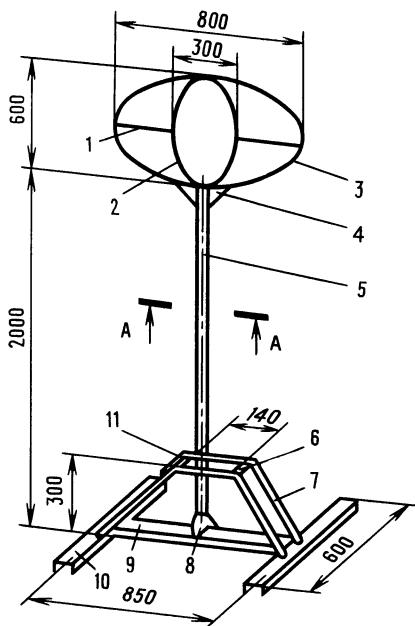

Рис. 25. К задаче 32
32. Изобразите упрощенно три проекции «Эллипсбала», представленного на рис. 25, без проработки деталей; для разреза A — A покажите только место на чертеже, можно прямоугольником. Для того, кто захочет изготовить эту игру, можно рекомендовать следующие материалы: для деталей 1, 2, 3, 6 и 7 — прутковая сталь Ст3 диаметром 10 мм; для